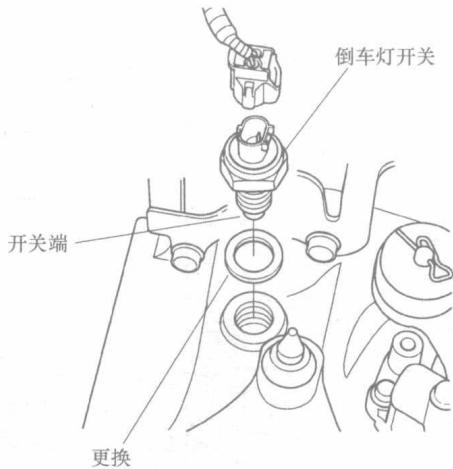

图 2-5 拆下倒车灯开关
- 3) 拆下倒车灯开关，如图 2-5 所示。检查倒车灯开关 2 针插接器 1 号端子和 2 号端子之间是否导通。按下开关端时应导通，松开开关端时应不导通。如果结果显示有故障，则更换倒车灯开关。如果开关正常，则检查变速器中的倒档换档片。